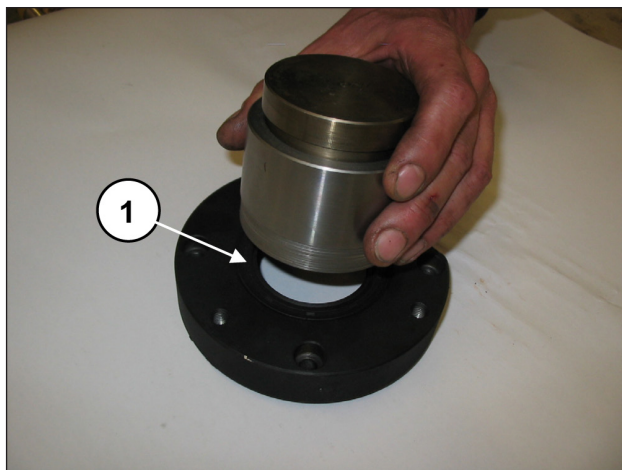

Fig. 64
Inserire l'anello di tenuta radiale all'interno del coperchio cuscinetto PTO mediante l'utilizzo dell'attrezzo cod. 27539500 (pos. ①, Fig. 64).